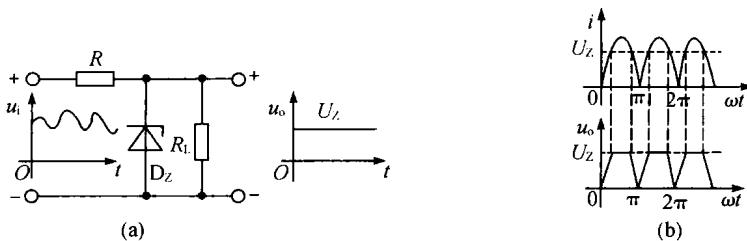

图 14.4
- (2) 实现简单稳压电路如图 14.4(a)。
- (3) 削波电路如图 14.4(b)。